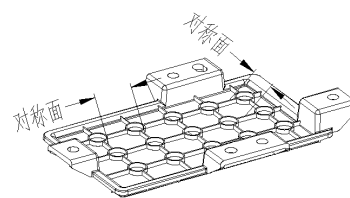

图 1-3 对称面
3) 利用塑料制品上的对称面找正 Z 轴, 如图 1-3 所示。